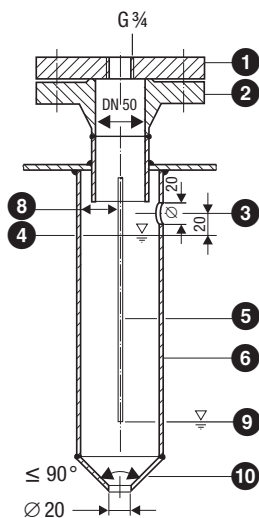
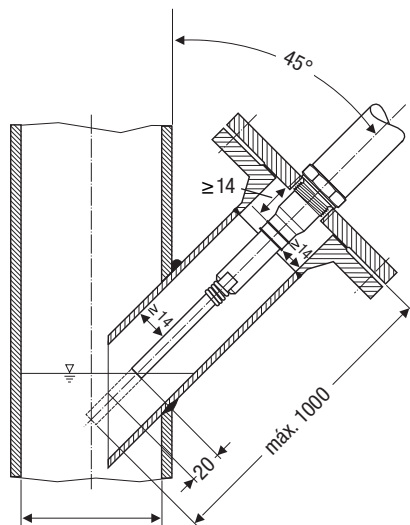
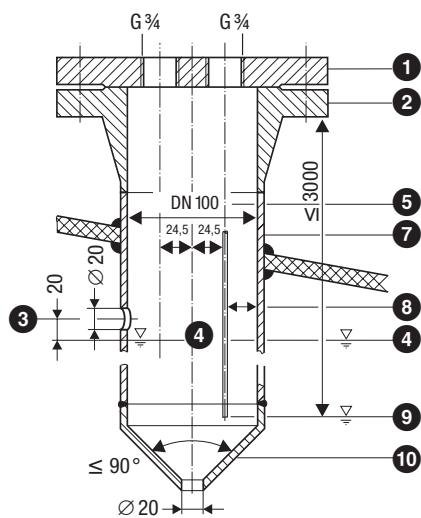
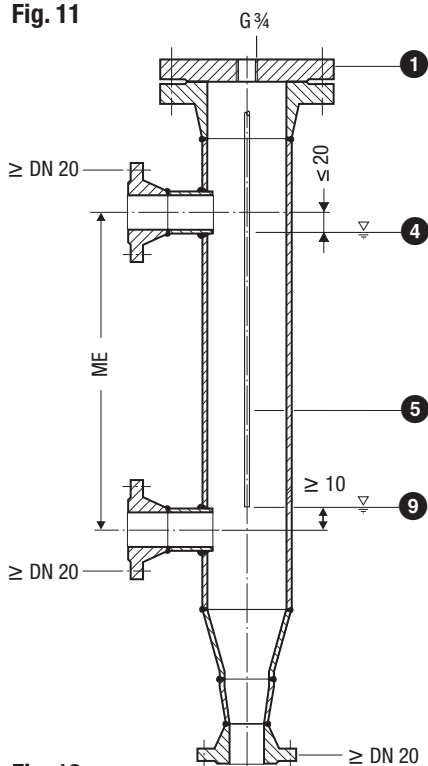

Fig. 10
Fig. 11
Fig. 12
Fig. 13
- ¡La línea de fuga eléctrica entre electrodo y masa (brida, pared del tanque) no debe ser menor que 14 mm! **Fig. 10, Fig. 11, Fig. 12, Fig. 13.**
- El ángulo de inclinación máxima del electrodo debe ser de 45° , la longitud de la varilla del electrodo está limitada a 1000 mm. **Fig. 11**